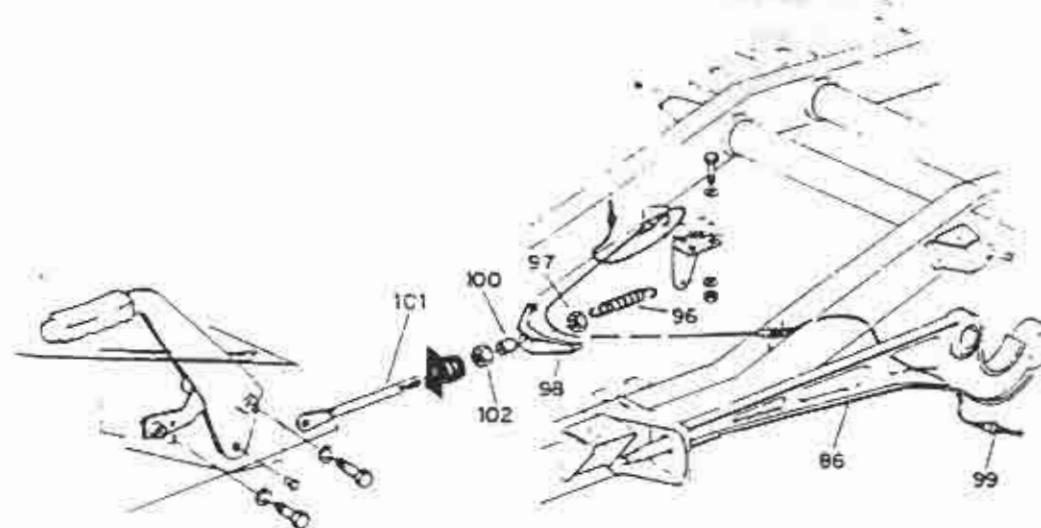

FIGURA 5
8. Desconectar de ambos os lados o cabo de aço (99) do freio de estacionamento e removê-lo do interior da parte oca das barras longitudinais (86). Ver figura 5.
9. Abaixar ou levantar o macaco hidráulico (tipo jacaré) até que se elimine a tensão nos coxins (79) (87).
10. Retirar o contra-pino (76) e descartá-lo.
11. Soltar e retirar a porca auto-travante (77), a arruela lisa (76) e o parafuso (79).
12. Soltar e retirar a porca auto-travante (80), a arruela lisa (81) e o parafuso (82).
13. Soltar e retirar a porca auto-travante (83), a arruela lisa (84) e o parafuso (85).
14. Descartar as porcas auto-travantes (80) (83).
15. Retirar a barra longitudinal (86) em conjunto com o coxim (87), a arruela lisa (88) e as buchas (89) de sob o veículo.
16. Retirar o coxim (87) e a arruela lisa (88) da barra longitudinal (86).
18. Caso seja necessária a substituição dos coxins (89), os mesmos devem ser desmontados da barra longitudinal (86), utilizando-se um tubo com um diâmetro ligeiramente menor que o diâmetro externo das buchas dos coxins (89) e uma prensa hidráulica ou um mandril.